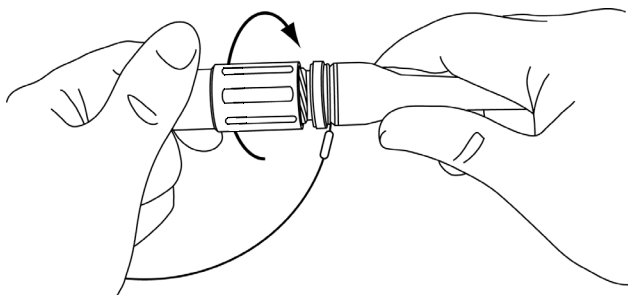

Figure 12 : Attachement du bouchon de trempage au connecteur de câble
- Tourner le bouchon sur le connecteur (voir figure 12).